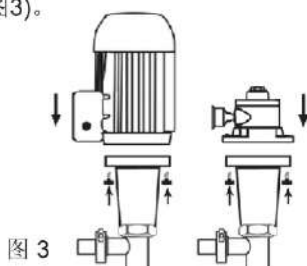

图 3
- 3、把电机连接到泵上，电动或气动马达的泵应使用制造商提供的标准件(见图3)。